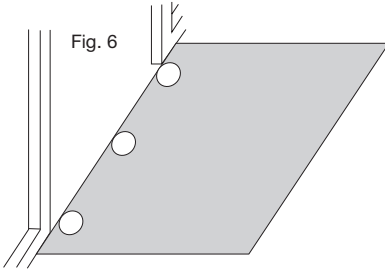

Fig. 6
- Porte droite:** utiliser 3 repères (voir fig.6)